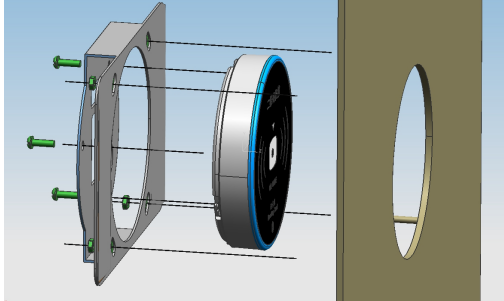

图 4
- 1、将设备射频线由前向后穿过支架，调整设备与安装支架的位置，使用安装支架配带的3颗 M3×6 的螺丝将安装支架与设备组件固定如图 4 所示；